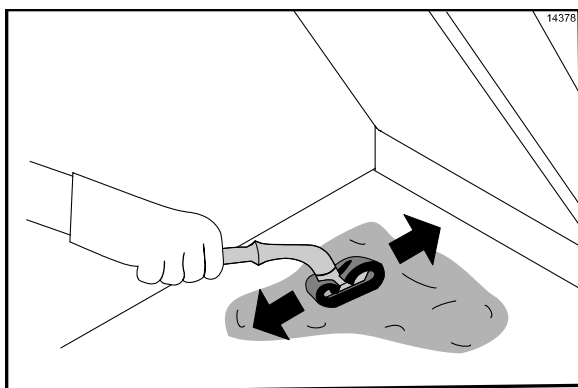

图 106
38. 在整个下煎板表面上从前向后均匀轻轻涂抹一层煎炉清洁剂。**在涂抹时请勿擦拭。**（请见图 106）